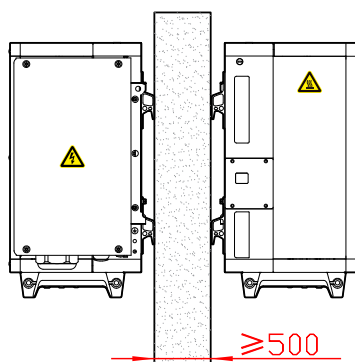

Figura 3-6 Spazio libero necessario per l'installazione di più inverter schiena a schiena (unità di misura: mm)
- Quando si installano gli inverter schiena a schiena, è necessario lasciare sufficiente spazio libero tra un dispositivo e l'altro, come mostrato nella Figura 3-6.